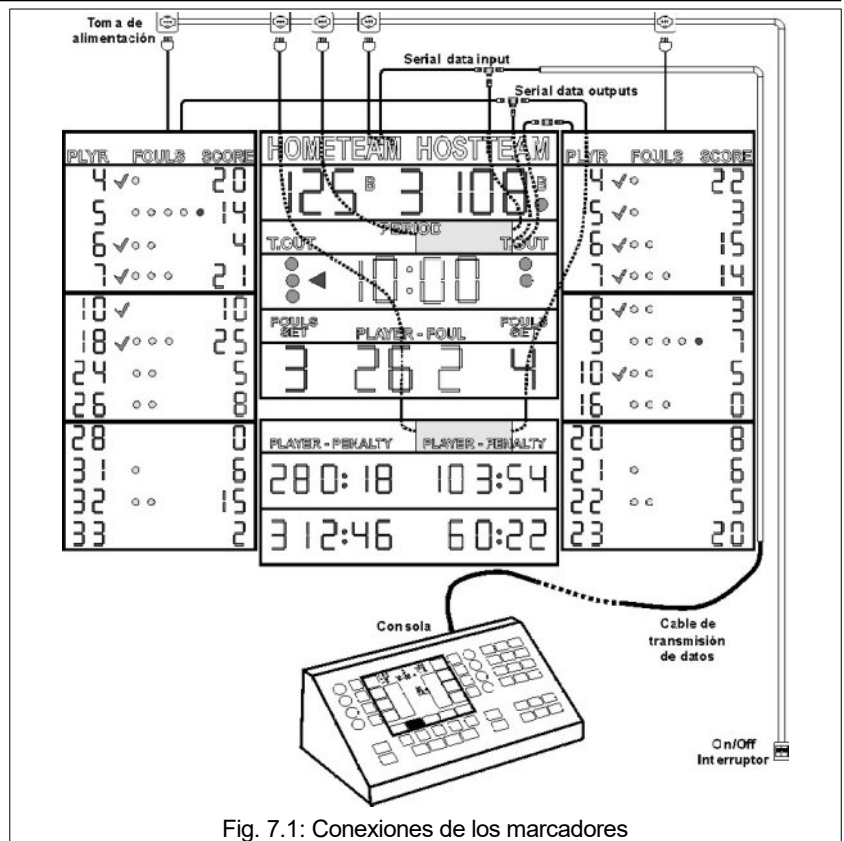

Fig. 7.1: Conexiones de los marcadores
3. Para la conexión con los otros marcadores de la serie FS situados cerca, como por ejemplo los marcadores de faltas o tanteos laterales o los centrales de tiempos de penalización (véase el ejemplo en la Fig. 7.1), conecte las demás alargaderas de 1 m a los conectores "SERIAL DATA OUTPUT", como se ha explicado en el punto anterior.
Cada marcador lleva su cable de alimentación con enchufe. Para facilitar el encendido y apagado del marcador, aconsejamos preparar una toma de alimentación justo encima del marcador (véase el ejemplo de la Fig. 7.1).
En la Fig. 7.1 se ilustra una composición con marcador central, marcadores de faltas y tanteos laterales y marcador de tiempos de penalización inferior.
4. Los demás marcadores de la serie FS, como los laterales de faltas-tanteos y los inferiores de tiempos de penalización, pueden ser conectados a los otros dos cables serie "SERIAL DATA OUTPUT" usando los adaptadores correspondientes (véase la Fig. 7.1).